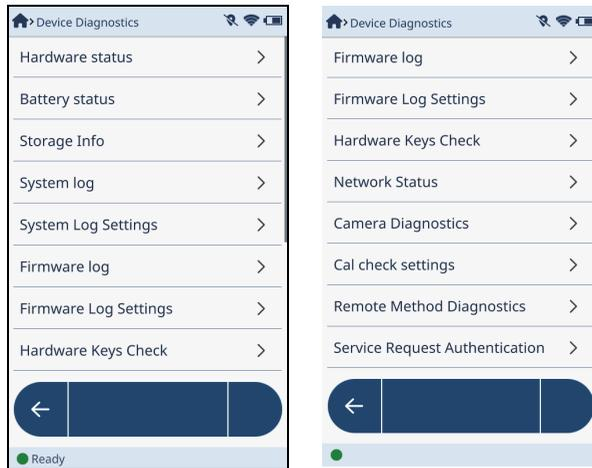

图 4-20 设备诊断屏幕
- ◆ 点击**Menu Tray**（菜单托盘）中的**Diagnostics**（诊断）按钮（），打开**Device Diagnostics**（设备诊断）屏幕（参见第129页的图 4-20）。